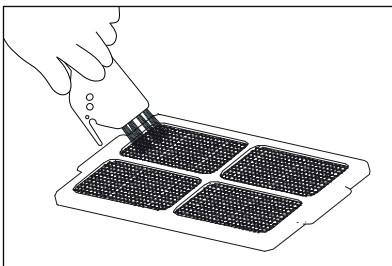

Fig. 11
- 5) Nettoyez le filtre-tamis avec la brosse de nettoyage **10** (voir fig. 11).